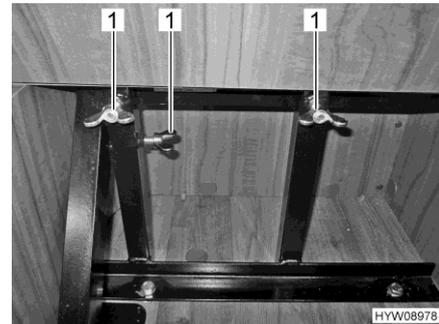

Fig. 17 Retener el asiento de enchufe con tuercas de mariposa
- Retener el asiento de enchufe con tuercas de mariposa (Fig. 17,1).